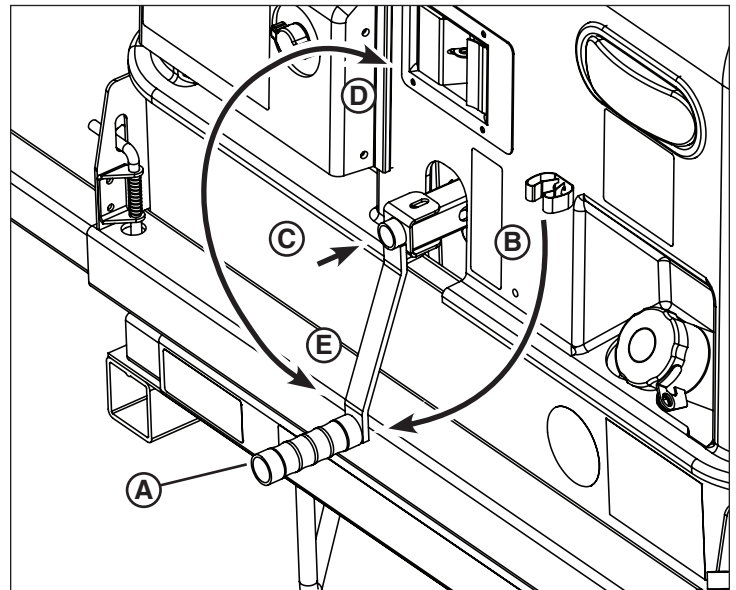

Figure 18
3. Tourner la manivelle (**A**, Figure 18) hors de la position de transport (**B**) à la position de fonctionnement.
4. Tourner la manivelle dans le sens horaire (**D**, Figure 18) jusqu'à ce que la tour soit complètement levée. Ne pas trop tourner la manivelle.
4. Tourner la manivelle dans le sens antihoraire (**E**, Figure 18) jusqu'à ce que la tour soit complètement abaissée. Ne pas trop tourner la manivelle.